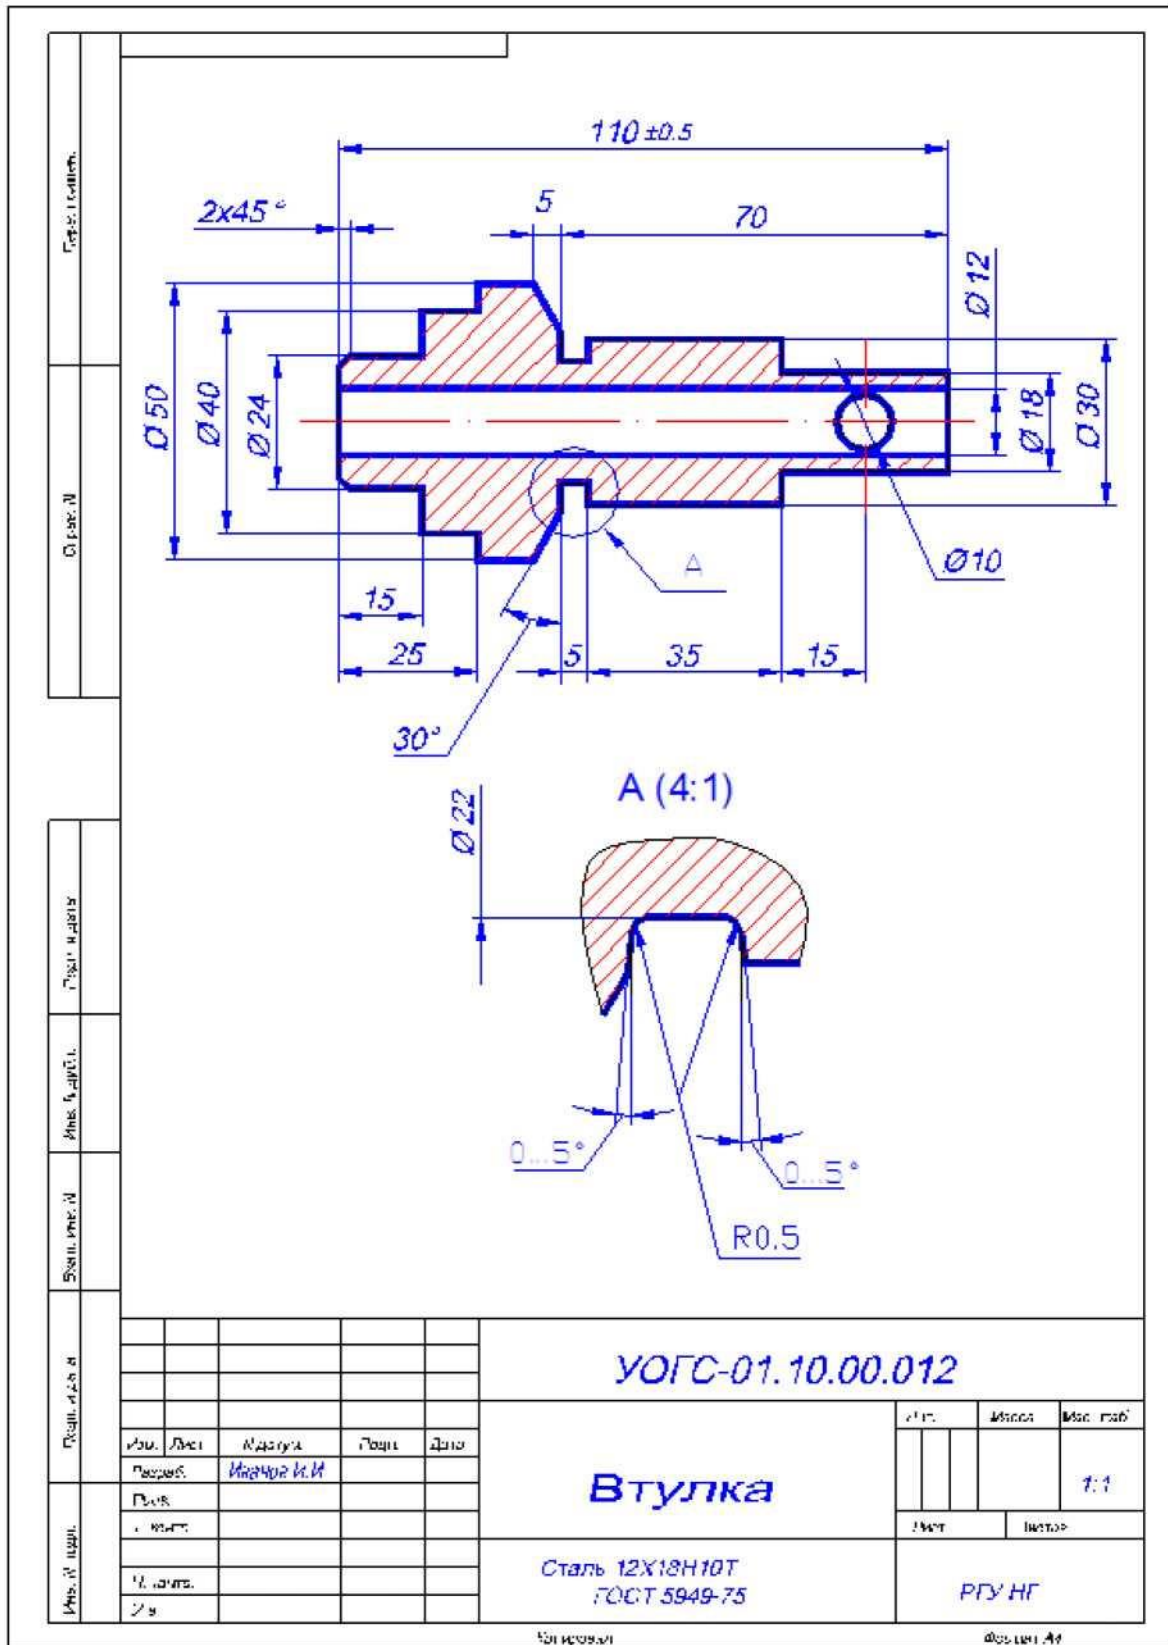

Рис. 11.
3. Выполните чертеж детали, приведенной на рис.11. При построении используйте "Временный трекинг" - указание точки относительно последовательности ортогональных смещений.